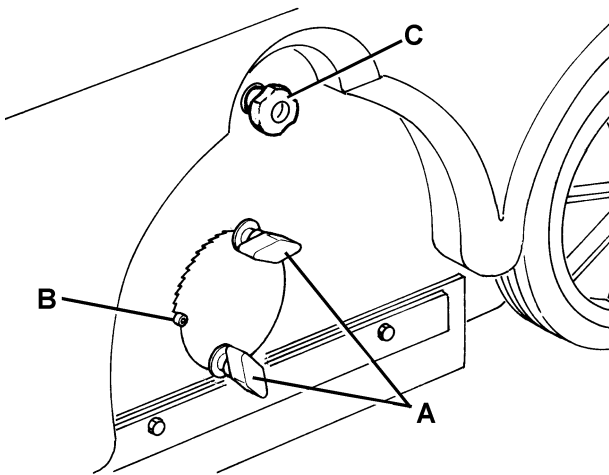

Abbildung 6
1. Die Maschine auf einen flachen Boden bringen und, wenn verfügbar, die Pedalbremse (26) treten.
2. Den Zündschlüssel (71) auf „0“ drehen.
3. Die Knöpfe (A, Abb. 6) an beiden Maschinenseiten herausrauben.
4. Die Zeiger (B, Abb. 6) zur Einstellung der Höhe der Hauptkehrwalze versetzen, um die Höchstbodenfreiheit zu erreichen. Die Knöpfe (A, Abb. 6) einschrauben.
5. Die Haube (7) öffnen.
6. Auf der linken Seite der Maschine den Knopf (C, Abb. 6) herausrauben.
13. Den Knopf (C, Abb. 6) einschrauben.